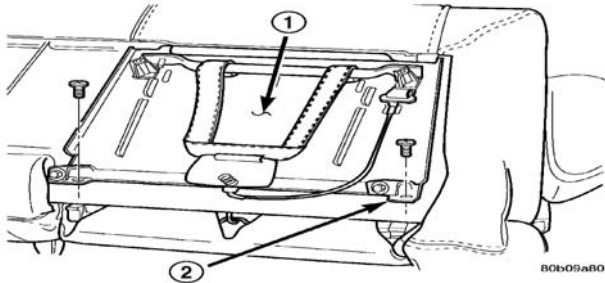
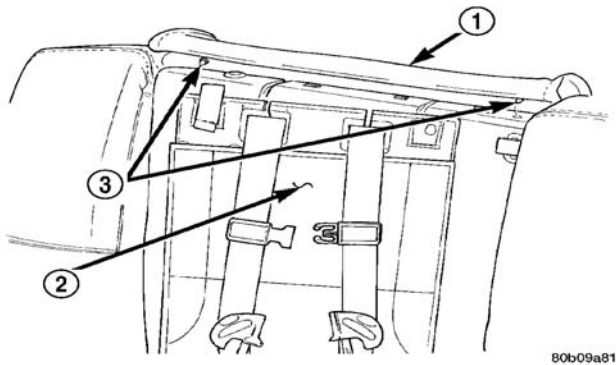

图 1 儿童约束防护座椅下铰链
图 2 儿童约束防护座椅上支撑
- (1) 收起儿童约束防护座椅。
- (2) 拆卸座椅靠背罩。
- (3) 拆卸将儿童约束防护座椅模块铰链固定到座椅靠背框下轨的螺钉（图 1）。
- (4) 使座椅靠背回到竖直向上的位置。
- (5) 断开将上枕垫固定到儿童约束防护座椅模块的按钉式扣件（图 2）。
- （3）安装将儿童约束防护座椅模块铰链固定到座椅靠背框下轨的螺钉（图1）。
（5）装上将上支撑固定到儿童约束防护座椅模块的螺钉式扣件（图2）。